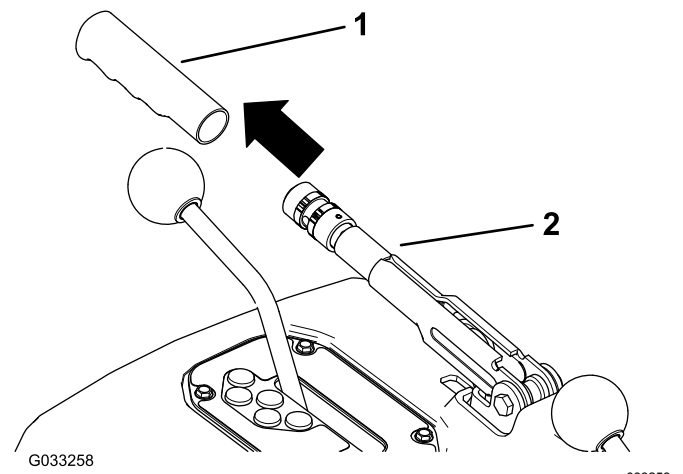

Figura 74
1. Togliete l'impugnatura di gomma dalla leva del freno di stazionamento (Figura 74).
5. Rimontate l'impugnatura di gomma sulla leva del freno di stazionamento (Figura 74).